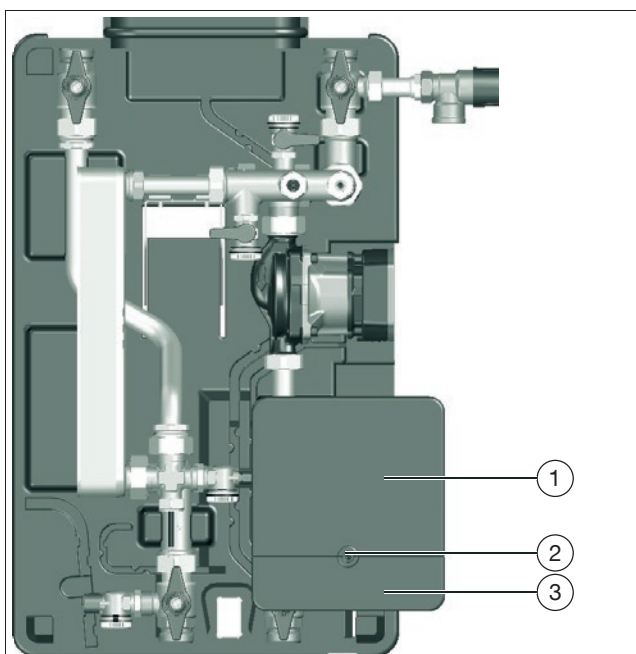

Fig. 24: Apertura del controlador
(1)	Conexión de la cubierta
(2)	Tornillo con rosca hexalobular
(3)	Cubierta con tubo de ida
- Retire el tornillo (ver posición (2) en Fig. 24) y póngalo a un lado.
- Deslice hacia arriba la cubierta del panel de conexión (ver posición (1) en Fig. 24) hasta que se bloquee de forma sonora en su lugar.
- Pliegue la cubierta del tubo de ida (ver posición (3) en Fig. 24).